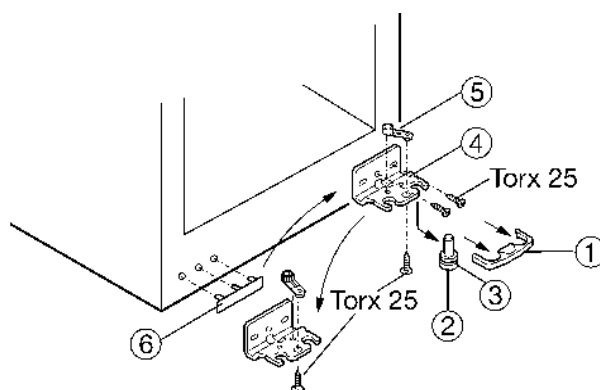

Fig. 4
- ▶ Enlever le dispositif Fig. 4 (1) d'arrêt en le tirant vers l'avant.
- ▶ Enlever la cache Fig. 4 (6) en le tirant vers le bas.*
- ▶ Enlever le pivot Fig. 4 (2) vers le bas et vers l'avant. Ce faisant, respecter la douille de charnière Fig. 4 (3).
- ▶ Dévisser la charnière *Fig. 4 (4)*.
- ▶ Dévisser l'élément pivotant *Fig. 4 (5)* et le replacer dans le logement opposé de la charnière, le revisser ensuite.
- ▶ Retirer doucement le cache *Fig. 4 (6)* côté poignée et le repositionner sur le côté opposé.
- ▶ Visser à fond la charnière *Fig. 4 (4)* sur le nouveau côté charnière avec une visseuse sans fil en opérant depuis le trou oblong extérieur et le trou circulaire.
- ▶ Mettre le cache *Fig. 4 (7)* sur le côté opposé.*
- ▶ Le dispositif d'arrêt (1) doit s'enclencher latéralement sur la charnière afin de protéger les pivots d'appui et la porte.
- ▶ Replacer le dispositif d'arrêt (1) sur la charnière.
- ▶ Remettre en place la douille de charnière *Fig. 4 (3)*.
- ▶ Placer la vis du milieu sur la charnière *Fig. 4 (4)* inférieure dans un trou oblong vide.
- ▶ Ajuster la porte au-dessus des deux trous oblongs dans la charnière *Fig. 4 (4)* en alignement avec l'habillage de l'appareil.